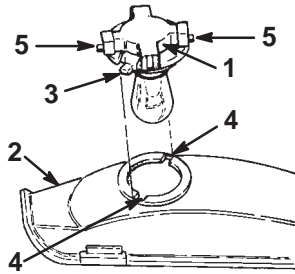

Figure 51
4. Dévissez l'embase d'un quart de tour vers la gauche et déposez-la du réflecteur (Fig. 51).
2. Alignez les deux languettes de l'embase et les rainures du réflecteur, et insérez l'embase dans le réflecteur (Fig. 51).